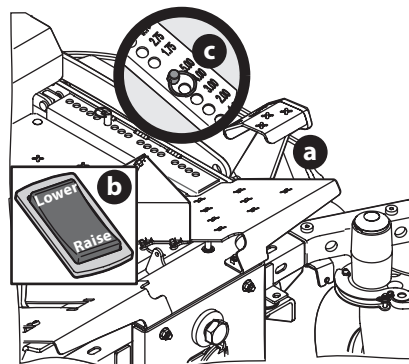

Figure 27
- Utilisez la pédale de levage du plateau de coupe (a) ou appuyez sur l'arrière de l'interrupteur électrique de levage du plateau de coupe (b) (le cas échéant) pour lever le plateau de coupe à sa position la plus haute, placez l'axe de chape (c) fixé à la tondeuse dans le trou d'indexation souhaité sur l'indice de hauteur du plateau de coupe, puis relâchez lentement la pédale de levage du plateau de coupe (a) ou abaissez lentement le plateau de coupe en appuyant sur l'avant de l'interrupteur électrique de levage du plateau de coupe (b) (Figure 27).